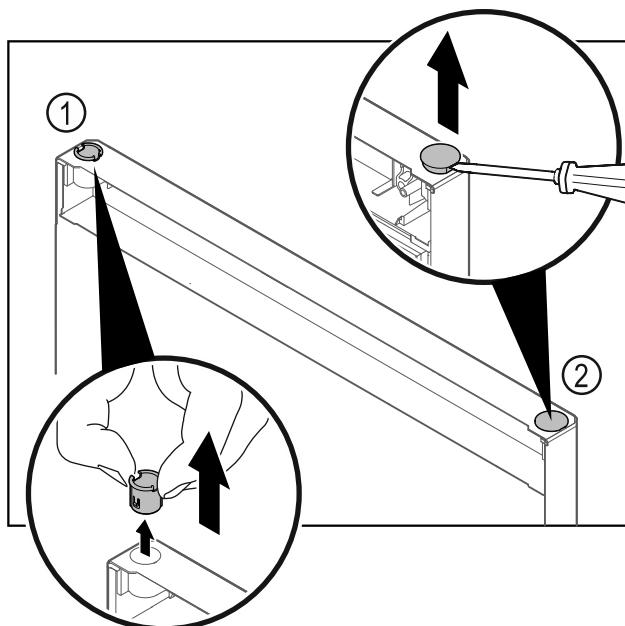

Fig. 28
- Nxirri jashtë bokullën e menteshës Fig. 28 (1) me gishta.
- Ngrini lart me kujdes tapën mbuluese Fig. 28 (2) me një kaçavidë me kokë petë dhe nxirreni jashtë.